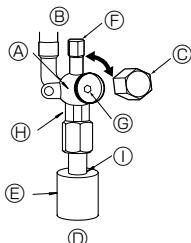

Fig. 4-6
#### (2) Vätskesida på P100-P140 (Fig. 4-6)
- ① Ta bort kåpan och vrid ventilstängen motsols så långt det går med en 4 mm sexkantsnyckel. Sluta när den når stoppet.